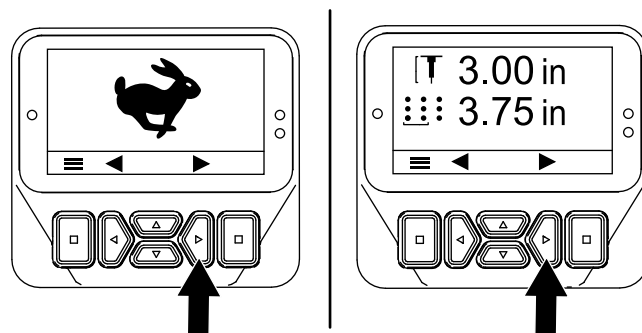
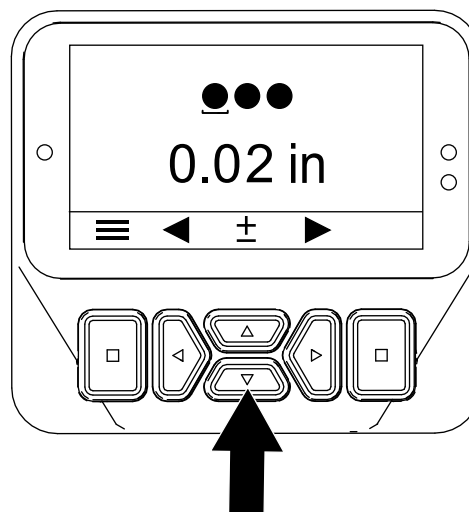

Figura 55
Figura 56
3. Apăsai butonul dreapta până când apare ecranul Setting the Tine Diameter (Setare diametru dinte) (Figura 55 și Figura 56).
4. Reglai diametrul dintelui cu ajutorul butoanelor sus și jos (Figura 56) după cum urmează: